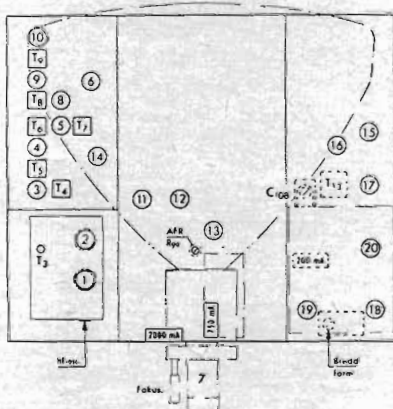

Fig. 1. Trimpunkter i Radiolas TV-mottagare TV545LV. Samma sifferbeteckning på rör, MF-transformatorer m.m. som i principschemat på sid. 33.
- Trimpunkterna för mottagaren visas i fig. 1.